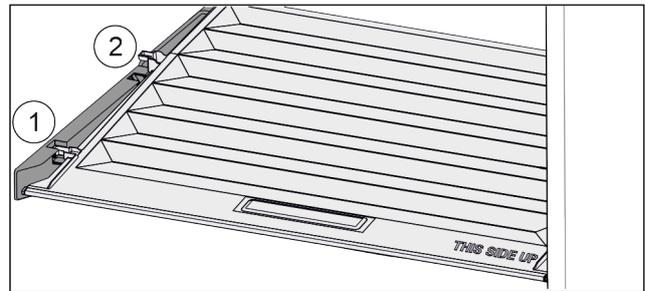

Fig. 69
- ▶ Deckel bis zur Öffnung in den Halteteilen nach vorne ziehen Fig. 69 (1).
- ▶ Hinten von unten anheben und nach oben wegnehmen Fig. 69 (2).